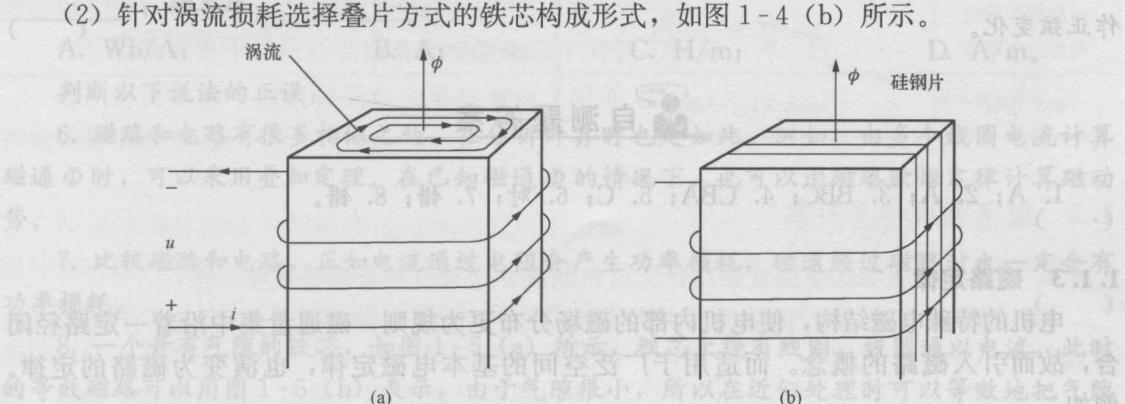

图 1-4 降低铁芯损耗的途径
铁芯损耗（简称铁耗）包括涡流损耗 P_e 和磁滞损耗 P_h 。涡流损耗的电磁原理如图 1-4 (a) 所示，磁滞损耗由磁畴模型解释。
(1) 针对磁滞损耗选择合适的铁磁材料，例如硅钢。
(2) 针对涡流损耗选择叠片方式的铁芯构成形式，如图 1-4 (b) 所示。